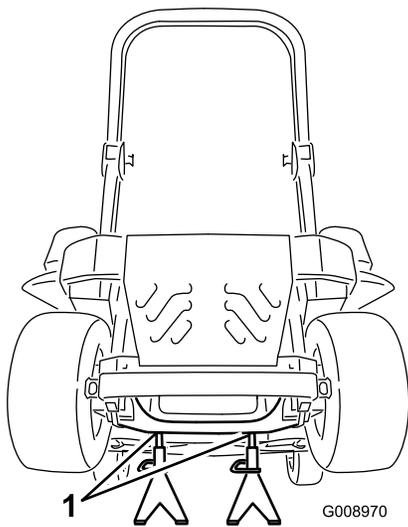

Figura 83
3. Levante la máquina y apóyela sobre gatos fijos (Figura 83).
9. Retire los soportes y baje la máquina (Figura 83).